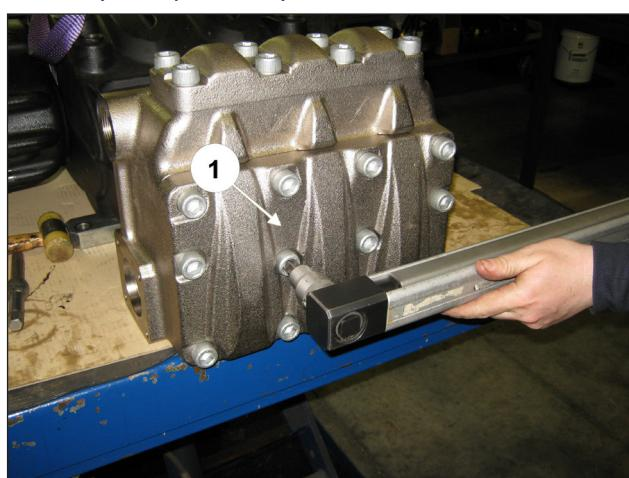

Abb. 149
Ziehen Sie die 6 Schrauben M16x200 von den 4 Innenschrauben ausgehend über Kreuz an. Setzen Sie den Anzug dann mit den 2 Außenschrauben weiterhin über Kreuz fort (Pos. ①, Abb. 149).